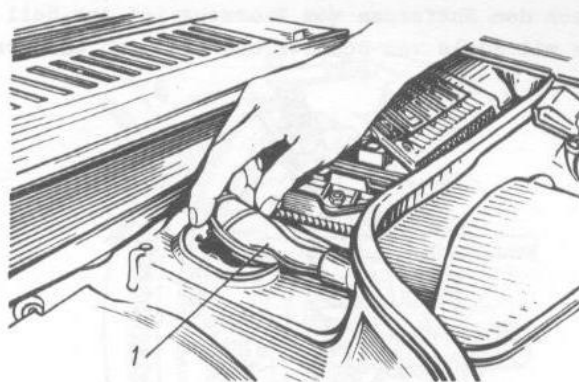

Bild 3-24. Aus- und Einbau der Dichthülle:
- Motorhaube aufmachen und Dichthülle 1 entsprechend Darstellung in Bild 3-24 von Karosseriewand abnehmen;
- Grundteil der Gummidichthülle auf Karosserieblech ziehen (siehe Bild 3-24);
- Dichthülle 1 (siehe Bild 3-24) an Karosseriewand arretieren;